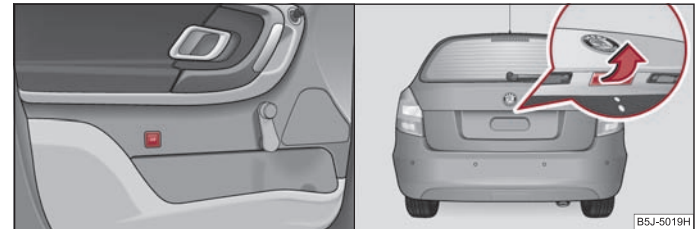

Abb. 28 Gepäckraumklappe entriegeln / Griff der Gepäckraumklappe
- **Bei Fahrzeugen ohne Zentralverriegelung** entriegeln Sie die Gepäckraumklappe durch Drücken der Taste an der Fahrertür ⇒ Abb. 28.